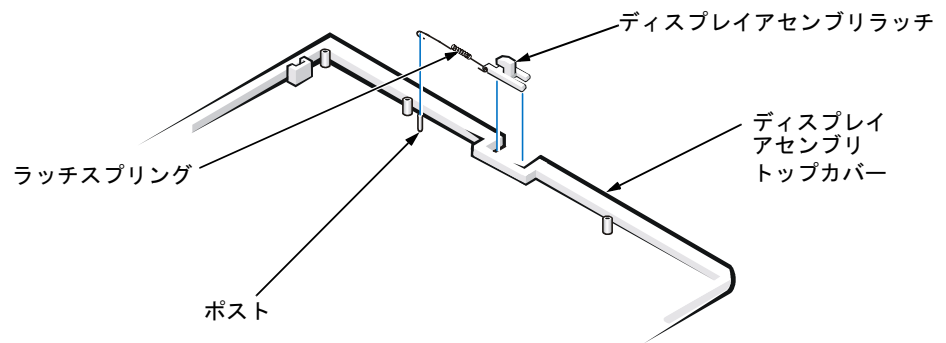

図 10 ディスプレイアセンブリラッチの取り外し
2. ディスプレイアセンブリラッチをディスプレイアセンブリトップカバーから持ち上げます (図 10 参照)。
3. ディスプレイアセンブリトップカバーのポストからラッチスプリングをスライドさせて取り外します (図 10 参照)。